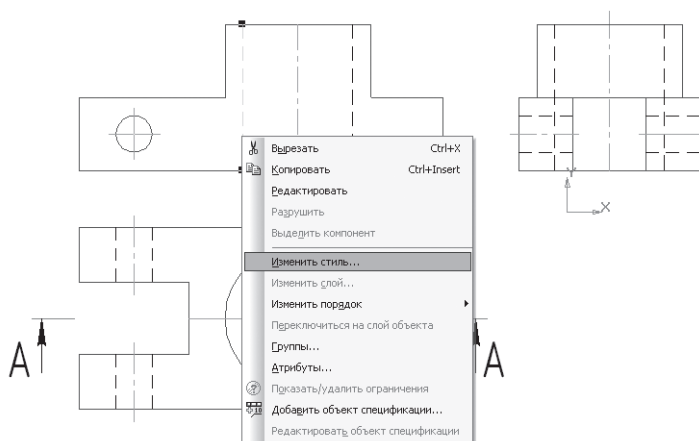

Рис. 332
- выделите линию щелчком ЛКМ и вызовите контекстное меню щелчком ПКМ. Укажите **Изменить стиль** (рис. 332);